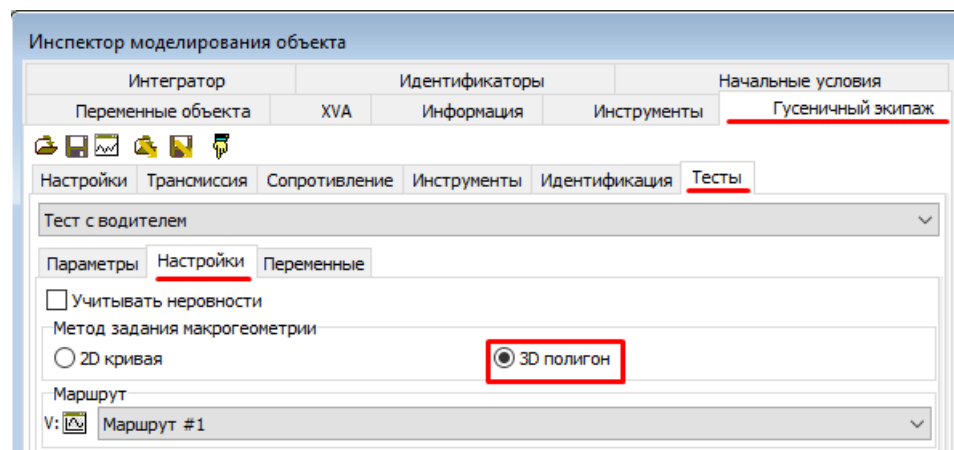

Рис. 33. Настройки теста
5. Перейдите на вкладку **Гусеничный экипаж | Тесты | Настройки**. В поле **Метод задания макрогеометрии** выбран **3D полигон** (рис. 33).